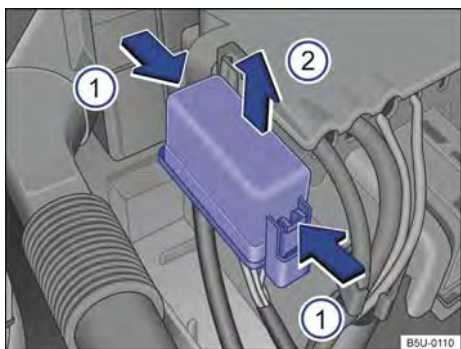

Fig. 193 No compartimento do motor: cobertura da caixa de fusíveis.
- Pressionar as travas no sentido da seta → Fig. 193 (1), para destravar a cobertura da caixa de fusíveis.
- Remover a cobertura por cima, no sentido da seta (2).
- Para a **instalação**, colocar a cobertura sobre a caixa de fusíveis. Pressionar a cobertura para baixo, no sentido contrário da seta (2), até que trave de forma audível.